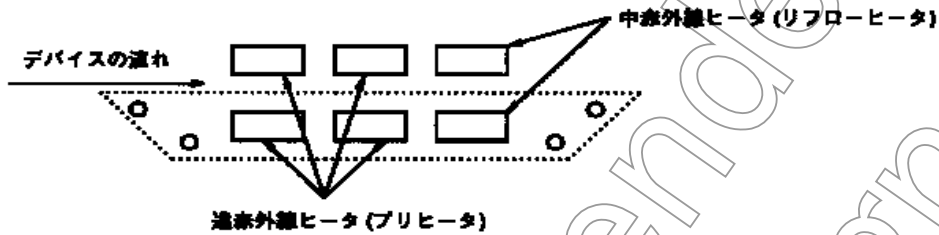

図1 遠・中赤外線での上下過熱方式
(1) 遠・中赤外線での上下加熱方法を推奨します。(図1参照)